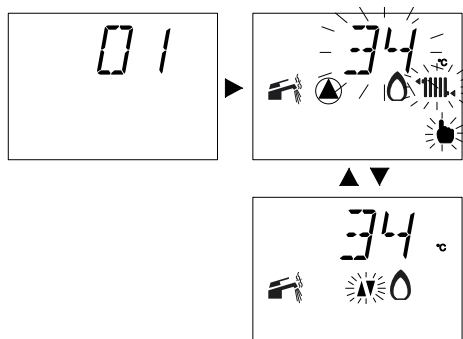

Figura 7.8
- L'attivazione dello Spazzacamino è visualizzabile anche sul display LCD con l'accensione alternata dei simboli riportati nella Figura 7.8.